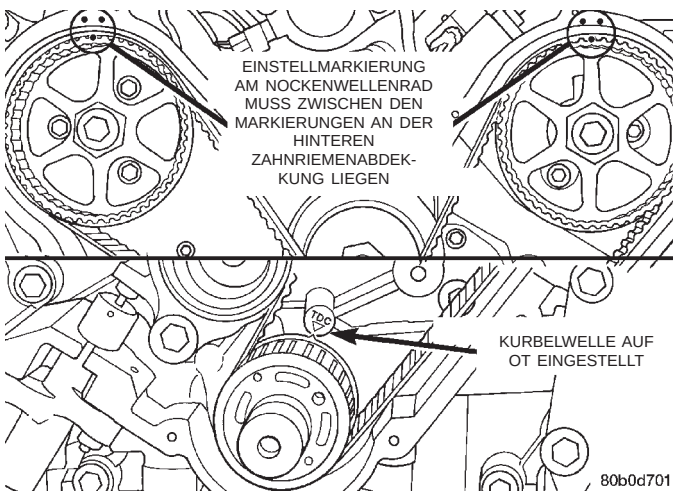

Abb. 67 Steuerzeitmarkierungen ausrichten
(8) Kurbelwelle nach rechts drehen, bis der Zeiger am Kurbelwellenrad der OT-Markierung auf dem Ölpumpengehäuse gegenübersteht und die Einstellmarkierungen auf den Nockenwellenrädern zwischen den Markierungen auf den Räderkästen liegen (Abb. 67).
(2) Nockenwellenräder zwischen die Markierungen auf den Räderkästen ausrichten. Die vor dem Ausbau angebrachten Bezugsmarkierungen beachten (Abb. 67).